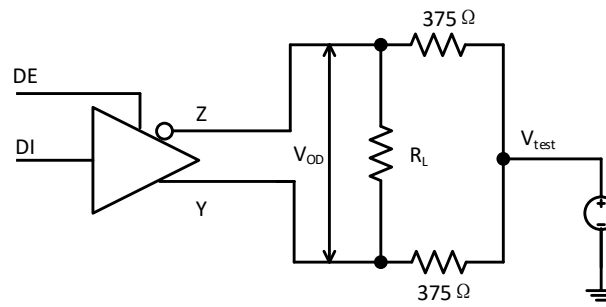

图 23 共模负载下驱动器差分输出电压的测量
| V OD   差分输出电压      | R L = 60 Ω, -15 V ≤ V test ≤ 15 V (见图 23 共模负载下驱动器差分输出电压的测量图 23) (1) | 1.5                   | 3.5                  |     | V   |    |
|                               | R L = 60 Ω, -15 V ≤ V test ≤ 15 V, 4.5 V ≤ V CC ≤ 5.5 V (见图 23)     | 2.1                   |                      |     |     |    |